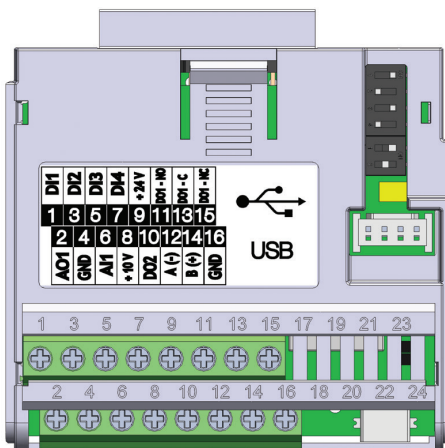

图 19.3: 插入模块CFW500-CUSB
CFW500-CUSB插入模块配置了串口 (1),它通过端子12 (A-) 和14 (B+) 实现RS-485串口连接, 另 外, 它还配置了串口 (2), 采用标准的mini USB标准接头实现USB串口连接, 见图19.3.